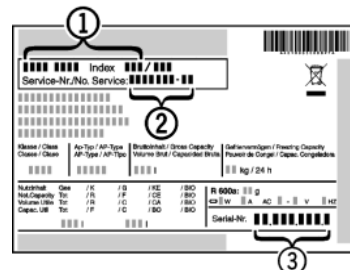

Fig. 6
- Наименование устройства *Fig. 6 (1)*, сервисный № *Fig. 6 (2)* и серийный № *Fig. 6 (3)* считайте с заводской таблички. Заводская табличка находится внутри устройства слева.
- Обратитесь в сервисную службу и сообщите вид неисправности, наименование устройства *Fig. 6 (1)*, сервисный № *Fig. 6 (2)* и серийный № *Fig. 6 (3)*.